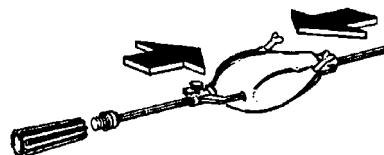

fig. 9
**Rôtisserie/gril - broche complete (voir fig. 9)**